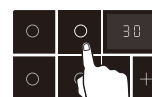

Рисунок 13
2. Коснитесь кнопки выбора конфорки. Загорится соответствующий индикатор, и на дисплее отобразится символ "00". Рисунок 13.